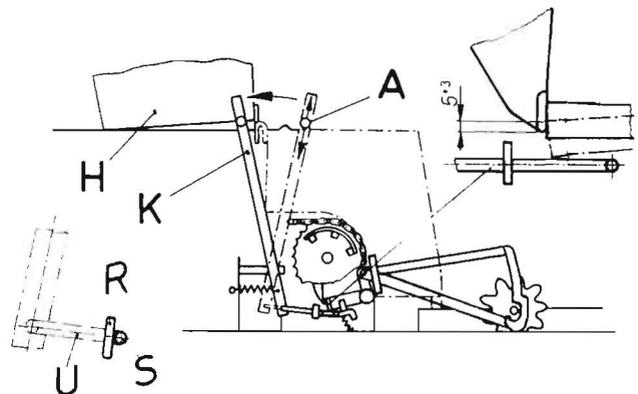

Bild 46
Die Knüpfersperre erfüllt den Zweck, daß bei hochgeschwenkter Knüpfersperre (H) und damit Betätigung des Sperrhebels (K) nach vorn die Schaltung und somit der Knüpfersperre-Nadelantrieb blockiert ist. Bei Auflage der Schaltangel auf dem Schieber muß die Überdeckung zwischen Schaltklinke und Schaltangel 5 ± 3 mm betragen (Bild 46). Arbeiten an der Bindeeinrichtung und an den Nadeln (auch Einfädeln des Bindfadens) dürfen erst durchgeführt werden, wenn dieser Zustand hergestellt ist. Zusätzlich sind der Traktormotor abzustellen und die Zapfwelle auszukuppeln.
Bei Anlage des abgewinkelten Schenkels (S) des Schiebers (U) am Halter (R) ist der Anschlag (A) am Sperrhebel (K) so einzustellen, daß er auf der Knüpfersperre (H, gestrichelte Stellung) aufliegt (Bild 46).